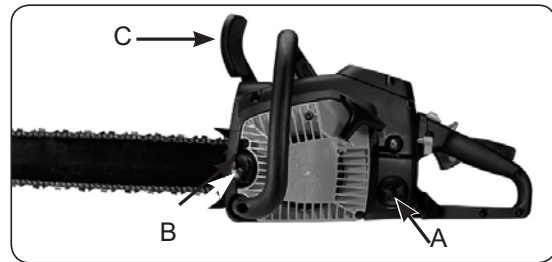

Abb. 6
1. Füllen Sie den Treibstofftank (A) mit der richtigen Treibstoffmischung auf (Abb. 6).
2. Füllen Sie den Öltank (B) mit dem richtigen Ketten- und Schienenöl auf (Abb. 6).
3. Stellen Sie sicher, dass die Kettenbremse (C) vor dem Anlassen des Motors entkuppelt ist (Abb. 6).